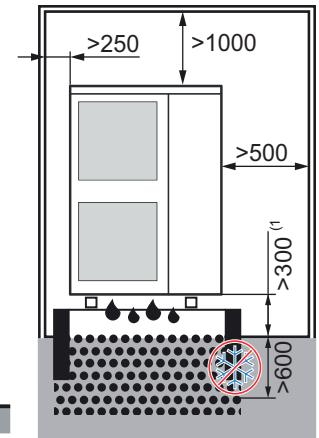

Bild 4-2 Platzbedarf Außengerät bei Windschutz oder Einhausung
- hausen Sie das Außengerät ein (Bild 4-2).